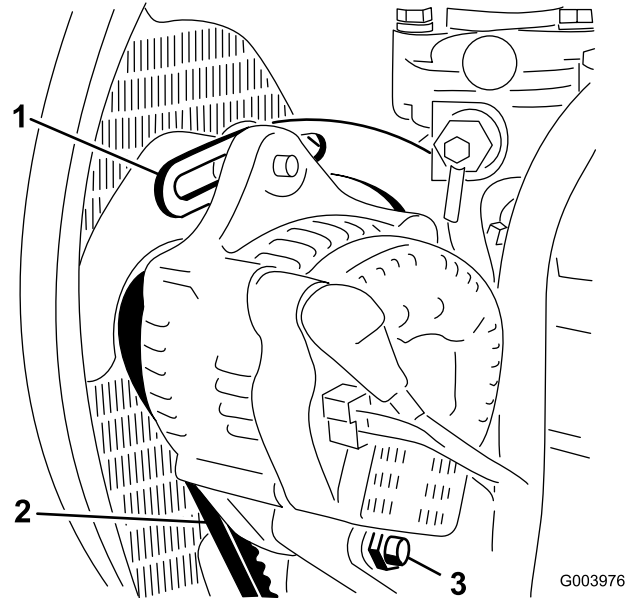

Figura 68
2. Controllate la tensione della cinghia dell'alternatore premendola (Figura 68) al centro tra le pulegge dell'alternatore e dell'albero a gomito con una forza di 10 kg.
3. Allentate il bullone che fissa il supporto al motore (Figura 68), il bullone che fissa l'alternatore al supporto ed il bullone di rotazione.